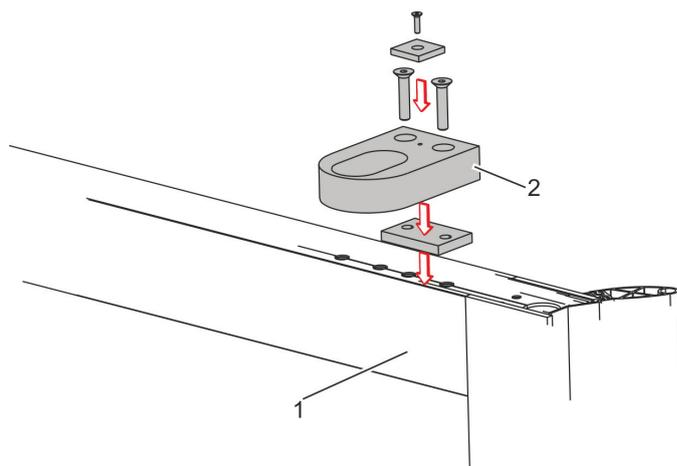

Рис. 100 Установка запорной планки
1. Зафиксировать запорную планку (рис. 100/2) на верхнем краю створки (рис. 100/1), как показано на рис. 100.
3. При необходимости установить другие запорные планки (рис. 100).